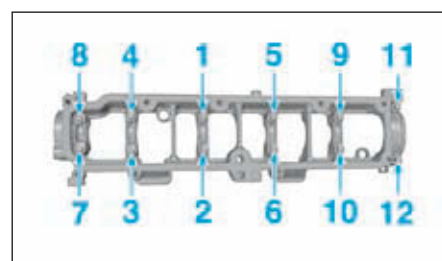

FIG.81
- Serrer les vis de la partie supérieure du carter paliers d'arbre à cames dans l'ordre et au couple préconisé (Fig.81).